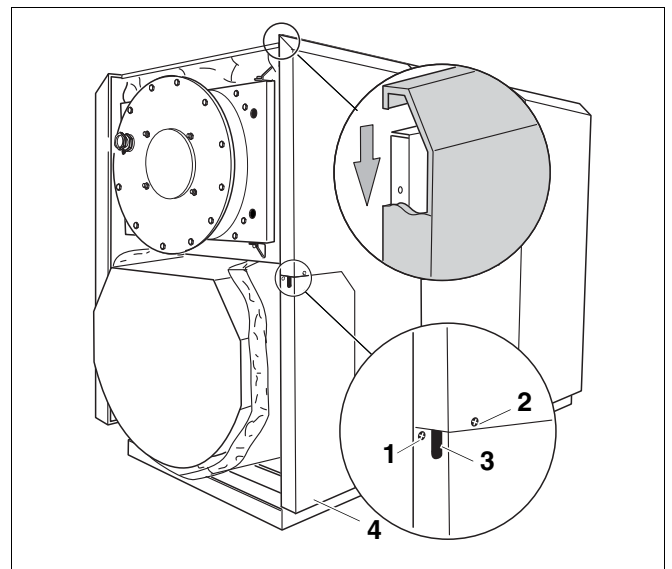

Рис.24 Установка боковых стенок сверху
- ▶ Приподнимите боковые стенки и навесьте сверху отбортовкой на боковые траверсы (рис. 24).